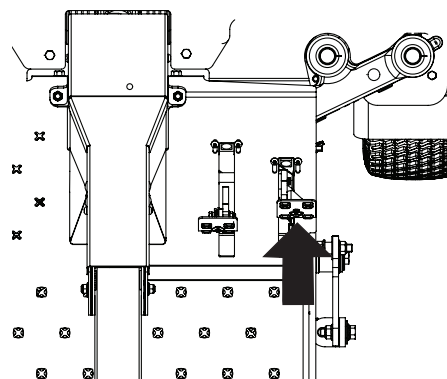

Fig. 29
1. Appuyez lentement sur la pédale de marche arrière vers l'avant. La tondeuse commencera à se déplacer en sens inverse (Fig. 29).